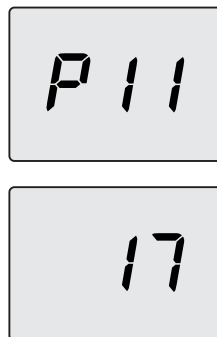

Figura 5.39
- Scorrere i vari parametri utilizzando i tasti 13 o 14 fino a far apparire sul display LCD le lettere **P11** che si alternano con il valore del parametro, indicanti l'entrata nel "parametro 11" (Figura 5.39).
- Premendo contemporaneamente i tasti 12 e 13 (Figura 5.37) si esce senza modificare il valore (ritorno alla lista parametri Figura 5.39)